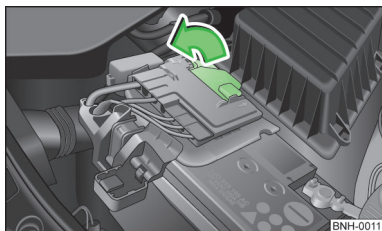

Fig. 133
- Deschideți capacul în sensul indicat de săgeată » fig. 133.